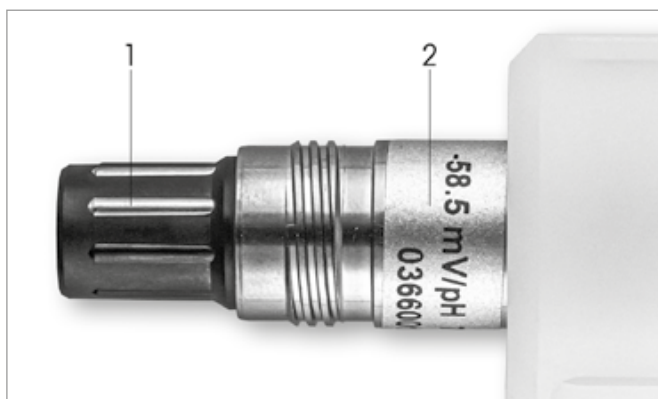

Fig. 1 : Électrode de pH InSUS (exemple)
3.5 Localisez les valeurs de pente et de point zéro (décalage) figurant sur l'étiquette de l'électrode (Fig. 1) ou sur le certificat de qualité de la sonde et utilisez-les pour la saisie des données. Appuyez sur la valeur de pente et utilisez les touches pour la changer en mV/pH.